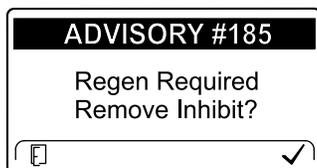

図 65
**注** リセット再生が必要な状態になったのに、リセット再生を「しない」に設定した状態になっている場合、15 分ごとにインフォセンター上にADVISORY #185 が表示されます 図 65。